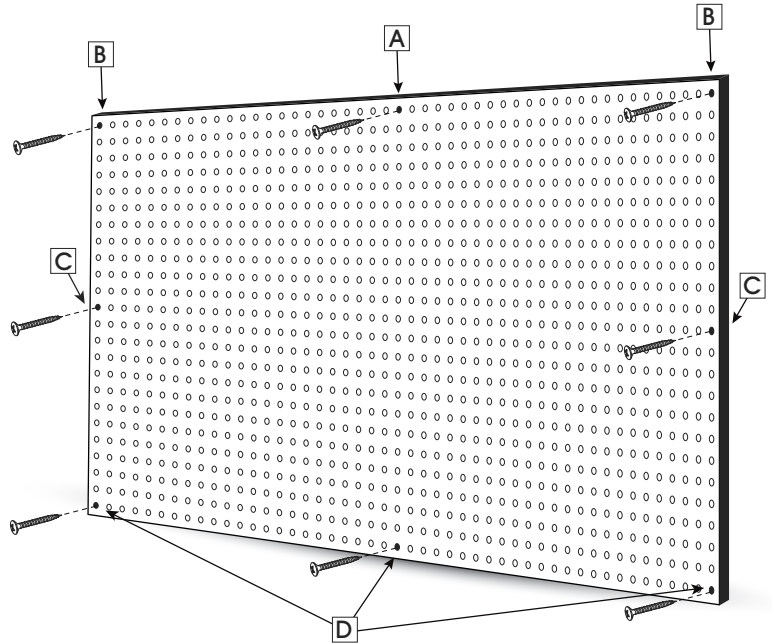

Figure 1
2. Avec quelqu'un tenant le panneau perforé en position, marquez les trous pour le fixer au mur. (Voir Figure 1)
## FIXATION DU PANNEAU PERFORÉ (Voir Figure 1)